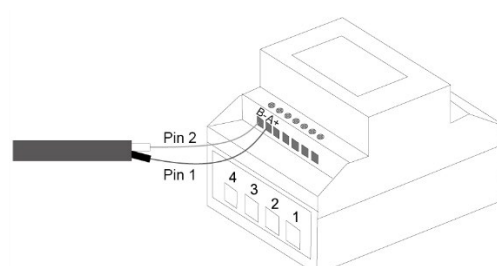

Abb. 34 Netzkabel am Smart-Meter (am Gehäuse oben – Informationen in der Betriebsanleitung des Smart-Meter)
4. Anderes Kabelende mit Aderendhülse bestücken und an die Kontakte des Smart-Meters anklemmen. Schraubendreher Typ: PH0, Drehmoment: 0.7Nm. (Siehe Abb. 34.)